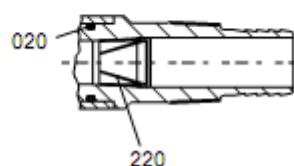

Рис.5 Схема сборки
- Отсоединить насадку (поз. 210, см. рис. 5).
- Оставить в насадке вихревой узел (поз. 220, см. рис. 5).
- Ослабить накидную гайку (поз. 200, см. Рис. 5).
- Выкрутить винт с цилиндрической головкой (поз. 140, см. рис. 5).
- Выкрутить поршень (поз. 120, см. рис. 5).
- Если необходимо, заменить уплотнительное кольцо (поз. 160, см. рис. 5).
- Установить мембранный диск (поз. 170, см. рис. 5) (с мембраной, седлом, винтовыми частями и уплотнительными кольцами) в поршень.
- Не ослаблять пружину (поз. 040, см. рис. 5).
- Снять верхнюю часть (поз. 090, см. рис. 5).
- Открутить мембранное кольцо (поз. 080, см. рис. 5).
- Проверить уплотнительные кольца (поз. 070, см. рис. 5).
- Снять мембрану (поз. 130, см. рис. 5).
- Открутить винтовую часть (поз. 050, см. рис. 5).